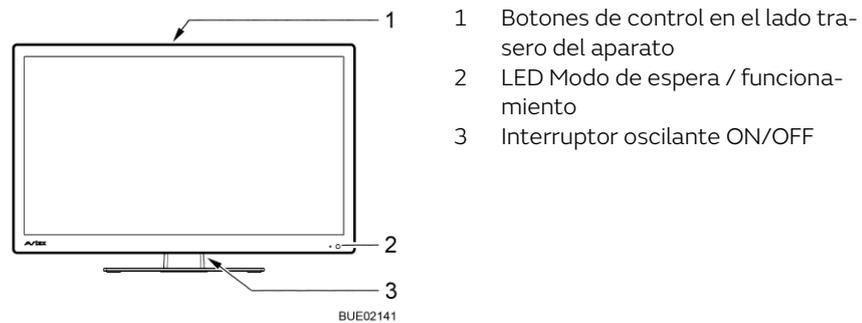
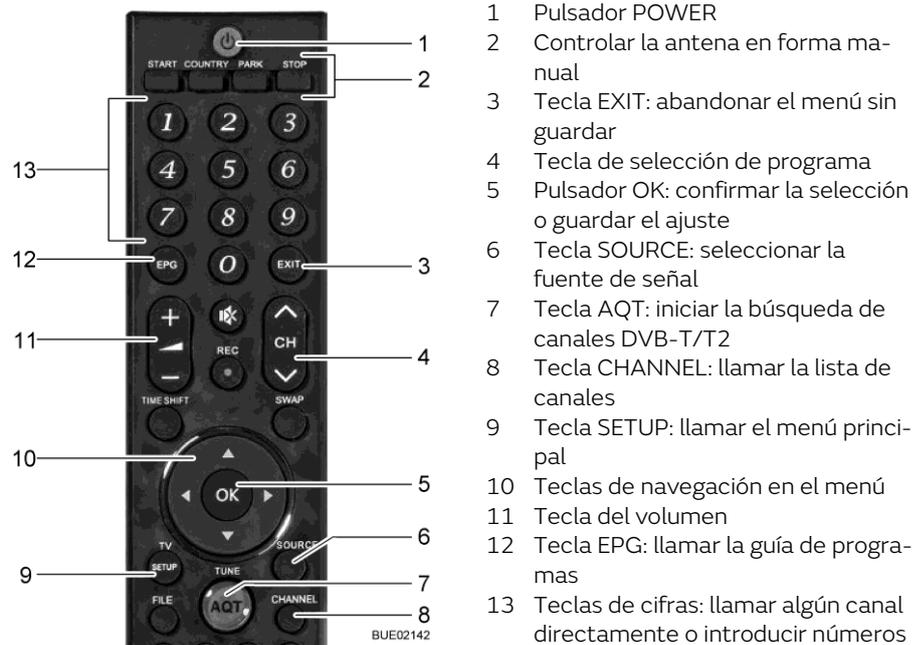

Fig. 50 Manejo en la pantalla plana
Fig. 51 Mando a distancia
- Ajustar el interruptor oscilante (Fig. 50,3) en el lado trasero de la pantalla plana en ON. La instalación conmuta al modo de espera. El LED (Fig. 50,2) se enciende de color rojo.
- Pulsar la tecla POWER (Fig. 51,1) en el mando a distancia. El LED (Fig. 50,2) se enciende de color azul.
- Pulsar las teclas de selección de programa (Fig. 51,4 ó Fig. 51,13) hasta que esté seleccionado el programa de televisión deseado.
- Pulsar la tecla SOURCE (Fig. 51,6) repetidamente hasta que esté seleccionada la fuente de señal deseada.
- Pulsar la tecla PARK (Fig. 51,2). La antena se desplaza a la posición de estacionamiento.
- Pulsar la tecla SOURCE (Fig. 51,6) repetidamente hasta que esté seleccionada la fuente de señal deseada (p. ej. DVD).
- Pulsar la tecla POWER (Fig. 51,1) en el mando a distancia. La instalación conmuta al modo de espera. El LED (Fig. 50,2) se enciende de color rojo.
- Ajustar el interruptor oscilante (Fig. 50,3) en el lado trasero de la pantalla plana en OFF.